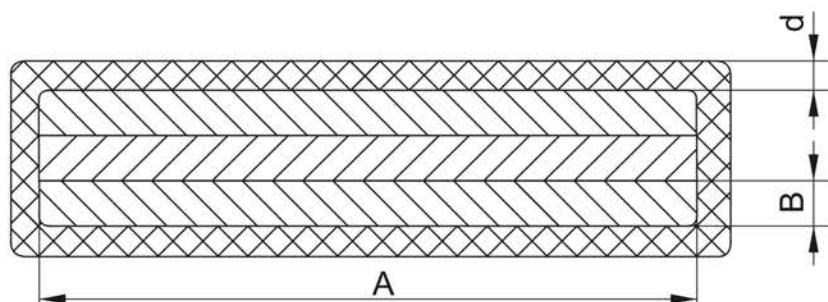

Рисунок 1
- d – толщина изоляции (рисунок 1) $2\pm 0,2$ мм;